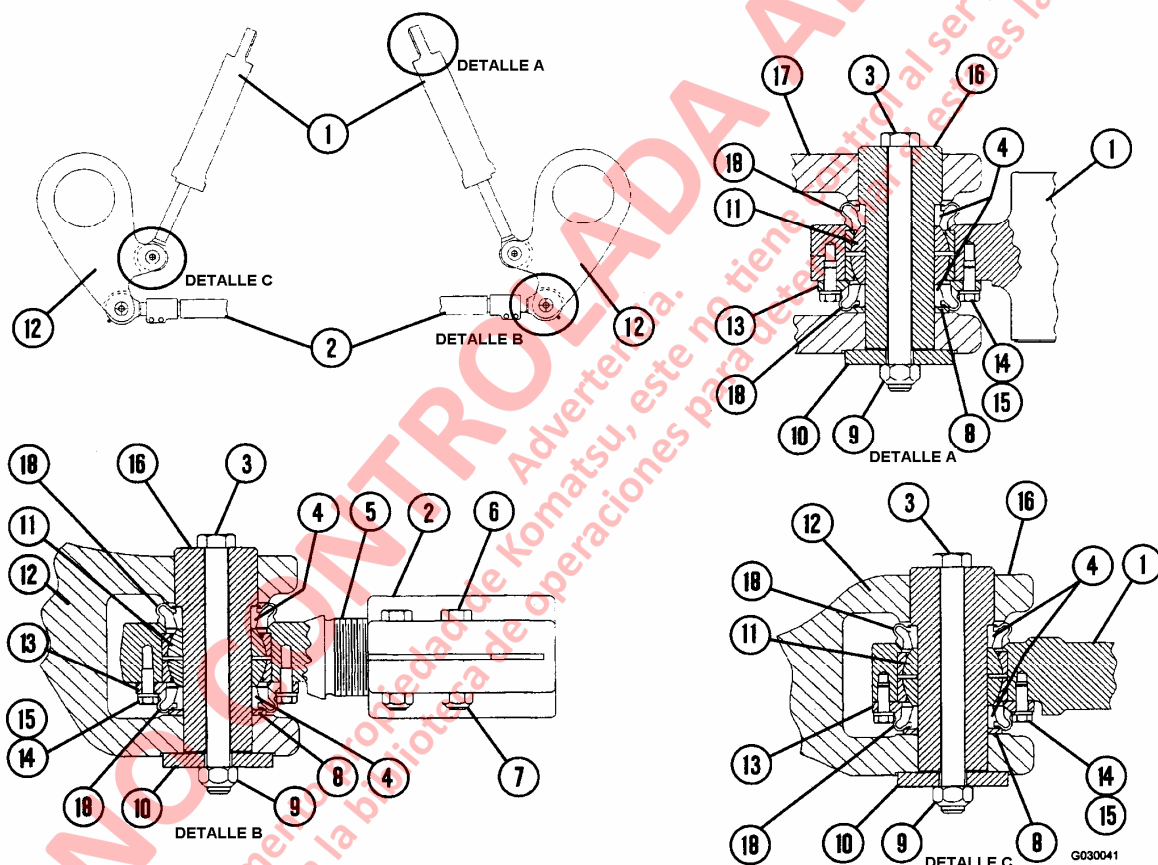

FIGURA 3-10. MONTAJE DEL CILINDRO DE LA DIRECCION Y TIRANTE DE ACOPLAMIENTO
4. Retire las tuercas fijadoras (9, Figura 3-10), los pernos (3) y los retenes (10) de ambos extremos del conjunto.
5. Retire los pasadores (16) de cada extremo del conjunto y lleve el conjunto a un área de trabajo limpia.
NOTA: Use la herramienta de alineación de la camisa EH4638 (incluida en el grupo de herramientas) para sostener los espaciadores del rodamiento (4, Figura 3-10) y los rodamientos esféricos (11) en posición cuando se insertan los pasadores durante el ensamblado.
1. Alinee el cilindro de la dirección (1) o el núcleo del extremo del tirante de acoplamiento (5) con los diámetros del pasador en el husillo o en el bastidor. Inserte los espaciadores del rodamiento (4) y la golilla (8).
Siempre instale los pernos de retención del pasador desde la parte superior con la tuerca fijadora en el lado inferior en el brazo de la dirección como se muestra en la Figura 3-10.
5. Cuando el ajuste está completo, apriete las tuercas fijadoras de la abrazadera (7, Figura 3-10) en el tirante de acoplamiento a $420 \pm 42 \text{ N.m}$ ($310 \pm 31 \text{ ft. lbs.}$).